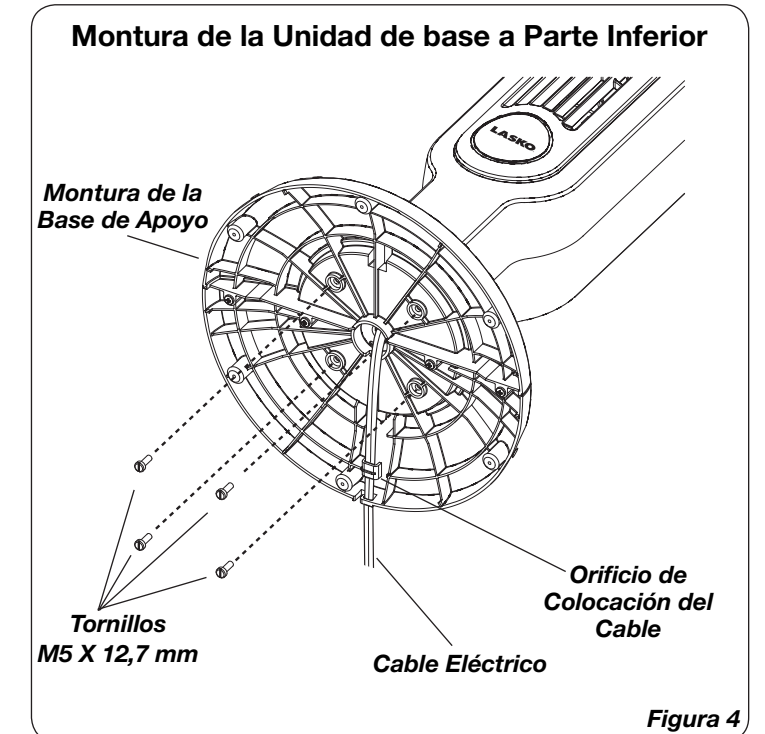

Figura 4
5. Asegure la **Montura de la Base de Apoyo** a la parte inferior del ventilador con (4) **Tornillos M5 de 12,7 mm de Largo**. Suavemente elimine cualquier sobrante del **Cable Eléctrico** y colóquelo en el **Orificio de Colocación del Cable**. (*Figura 4*)